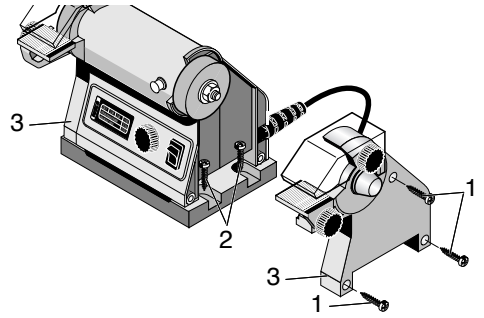

Fig. 2
1. Befestigungsschrauben 1 (Fig. 2) der beiden seitlichen Abdeckungen (3) herausdrehen.
- Gerätefuß mit 4 Befestigungsschrauben (2) auf einer stabilen Unterlage auf beiden Seiten befestigen.